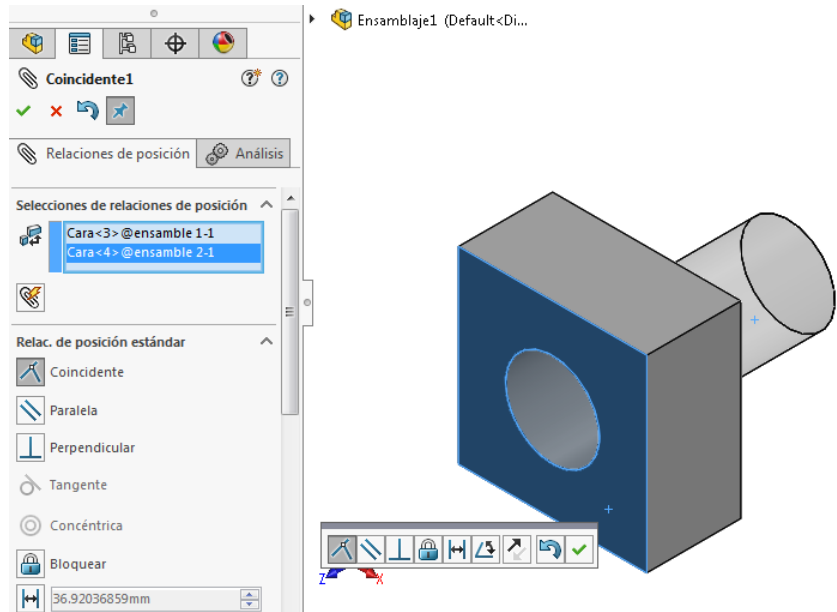
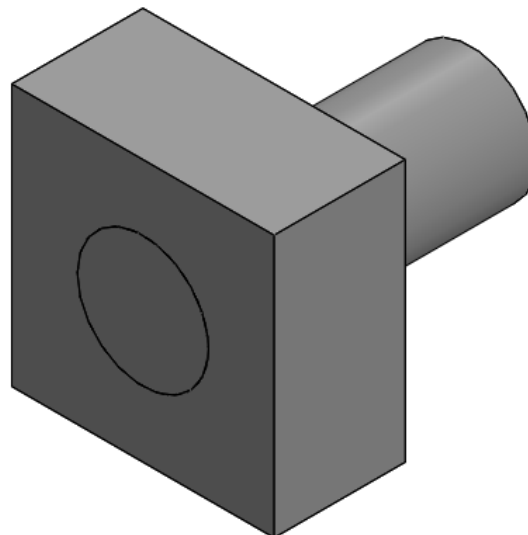

Ilustración 176
Ilustración 177
Paso 5: A continuación se utiliza la relación Coincidente, esta relación hace que se fijen las piezas, en este caso se debe elegir **Cara <3>** del cilindro y **Cara<4>** del cubo (ver ilustración 176). Al finalizar se observa la unión de las piezas (ver ilustración 177)